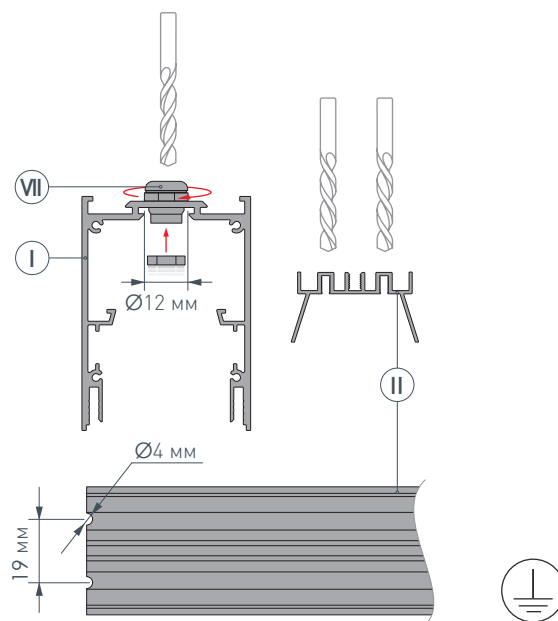

Рис. 1. Подготовка отверстий для вывода кабелей на основании для светодиодной ленты Ⓡ. Вид сверху
- 1** / Просверлите отверстие  $\varnothing 12$  мм в профиле Ⓘ для вывода сетевого кабеля, а также для установки клемм заземления профиля и блока питания. Затем просверлите два отверстия  $\varnothing 4$  мм в основании для ленты Ⓡ для вывода кабеля питания светодиодной ленты, как показано на рис. 1. **Установите клеммы заземления профиля и блока питания.** Установите и зафиксируйте в профиле Ⓘ, в отверстии для сетевого кабеля медную муфту ⒳.